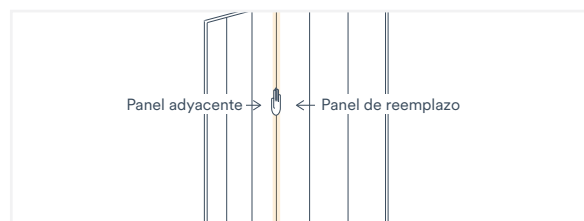

Fig. 49
10. Aplique una presión uniforme moderada a lo largo de la costura del panel de reemplazo y el panel adyacente donde se usó la silicona para asegurar una mejor adhesión (Fig.49). Si utiliza un soporte, aplique la misma presión también en toda la cara del panel de reemplazo. Limpie el exceso de silicona de la unión para completar la instalación.